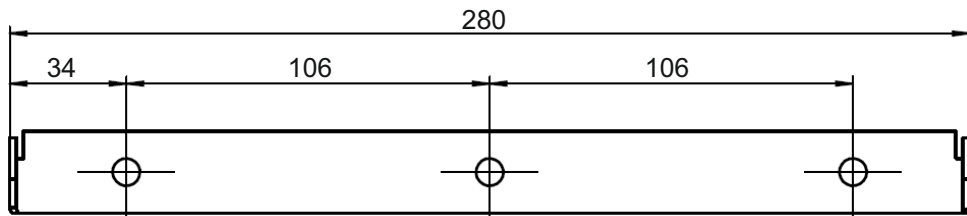

Рисунок 11. Закладная деталь для крепления прибора
6.1.11 Прибор должен навешиваться на стены, достаточно прочные перегородки и т. п., с использованием закладной, входящей в комплект поставки (26) рис. 3, которая, в свою очередь, крепится с использованием шурупов 6х60, дюбелей 10х60, также входящих в комплект. Разметку отверстий в стене под крепление закладной провести в соответствии с рис. 11.